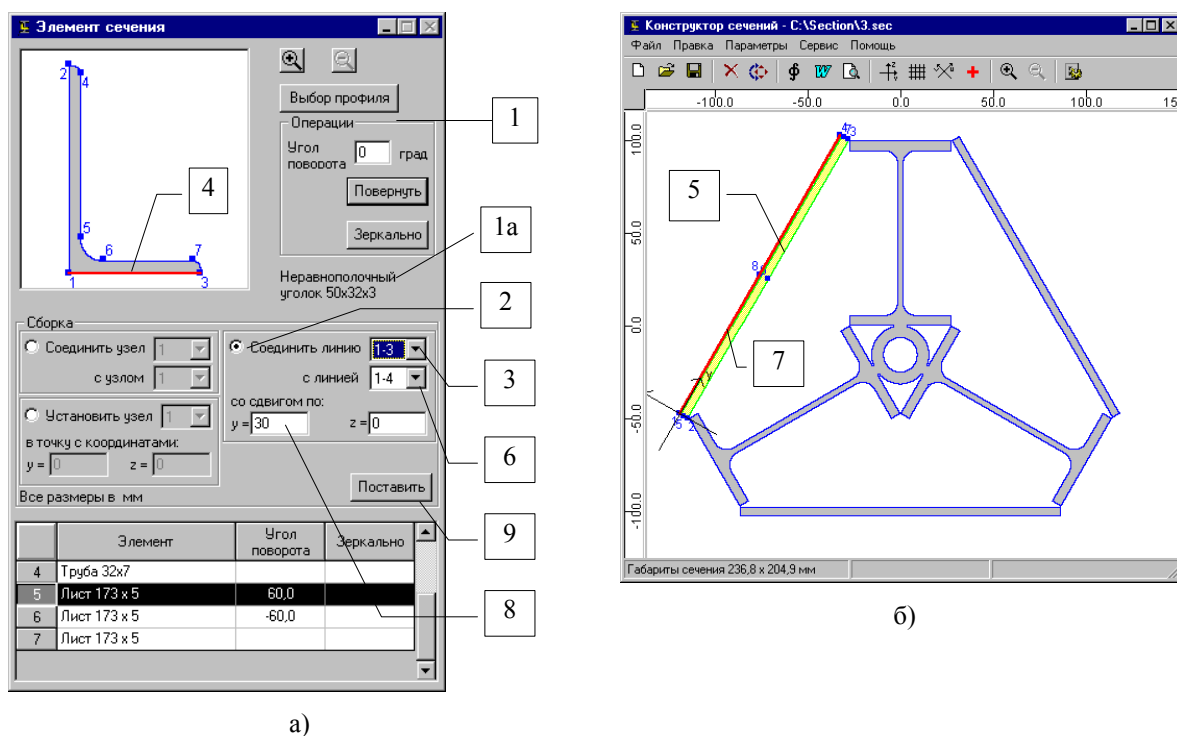

Рис. 49. Сборка по линии
- ☞ в окне **Элемент сечения** (рис. 49, а) с помощью кнопки **Выбор профиля** [1] назначить элемент, например, неравнополочный уголок 50×32×3 [1а], который присоединяется к ранее созданному сечению (рис. 49, б);